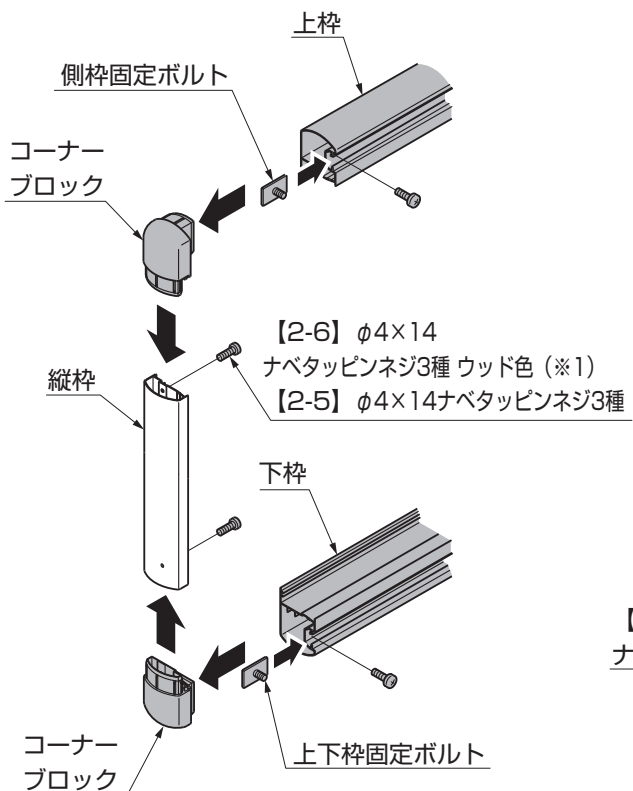

図5-2
- ①上下枠に側枠固定ボルトを差込んでください。(図5-2参照)
- ②縦枠にコーナーブロックを差込み、【2-5】、【2-6】で固定してください。
- ③上下枠にコーナーブロックを差込み、【2-5】、【2-6】で固定してください。(図5-2)